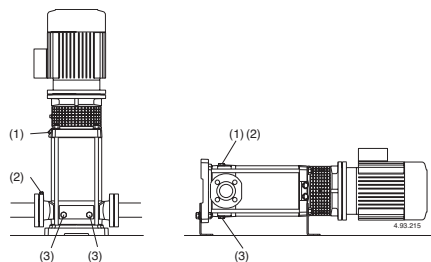

Fig. 4 (1) Remplissage et évent
Avec la pompe au dessus du niveau de l'eau (fonctionnement en aspiration, **fig. 3A**) ou avec un niveau d'eau en charge non suffisant (inférieur à 1 m) pour ouvrir le clapet de non-retour, remplir le tuyau d'aspiration et la pompe à travers du trou approprié (1) (**fig. 4**).
(2) Event aspiration
(3) Vidange
Avec le niveau d'eau côté aspiration sur la pompe (fonctionnement en charge, **fig. 3B**), remplir la pompe en ouvrant lentement et complètement la vanne sur le tuyau d'arrivée, en tenant ouverte la vanne de refoulement et les bouchons (1), (2) (**fig. 4**) pour purger l'air.
Serrer les bouchons d'évent (1), (2) (**fig. 4**), pour MXV-B, MXV(L) 25-32-40 et MXV(L)4 25-32-40 serrer la vis-épingle (14.17) dans le bouchon de vidange (14.12) (**fig. 4b**) et fermer l'évent (14.04).
Si l'on constate une perte d'amorçage (interruption du flux au refoulement, bien que les vannes soient ouvertes) ou si l'on note une oscillation de la pression indiquée par le manomètre, repurger le tuyau d'aspiration (2), vérifier que tous les joints du tuyau d'aspiration soient parfaitement étanches et fermer les bouchons de purge (2) et les bouchons de vidange (3) sur l'aspiration (**fig. 4**).
Si possible comme dans le cas d'utilisations temporaires avec des liquides sales, faire fonctionner la pompe avec de l'eau propre pour éliminer les dépôts. Préférer le rinçage immédiat de la pompe avec de l'eau propre (environ 40 litres), remplir par le bouchon (1) sur le refoulement et vidanger par le bouchon (3) sur l'aspiration (fig. 4).
Avant le désassemblage, fermer les vannes d'aspiration et de refoulement et vider le corps de pompe (fig. 4).